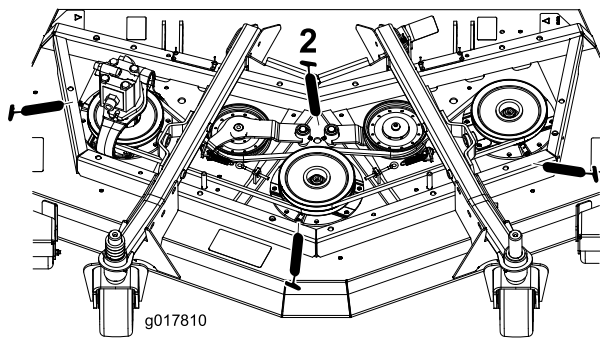

Figura 68
- Três rolamentos do eixo - localizados debaixo da polia (Figura 68)
- Casquilhos da articulação do braço intermédio (Figura 68)